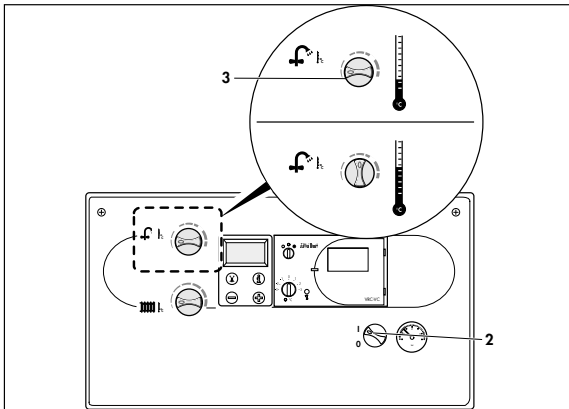

Рис. 3.5: Режим приготовления горячей воды
При жесткости воды больше 3,5 мг.экв/л (1,79 моль/м³) поворотную ручку (3) рекомендуется устанавливать максимум в среднее положение (рис. 3.5).